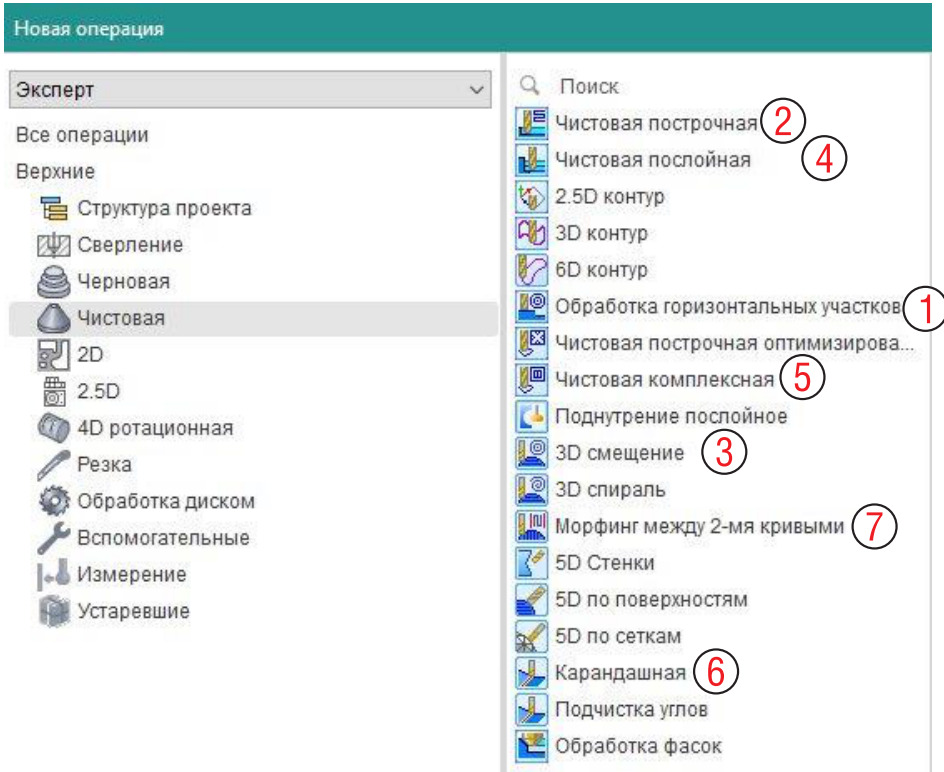

Рис. 7-1. Список чистовых операций.
Список чистовых операций приведен на рис. 7-1.
Операции 1-6 (рис. 7-1) мы рассматривали в главе 3 (номера на рисунке даны в порядке упоминания их в книге). В главе 6 мы еще раз вернулись к операции 3D смещение, но с упором на параметры, характерные для высокоскоростной обработки. Также в главе 6 рассмотрели операцию Морфинг между 2-мя кривыми (7).